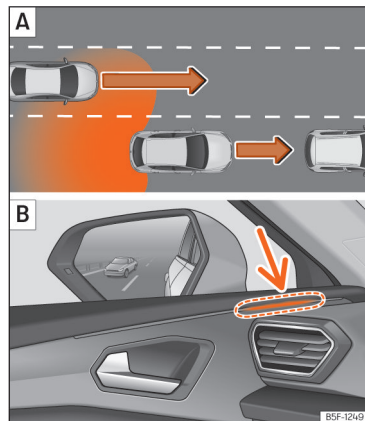
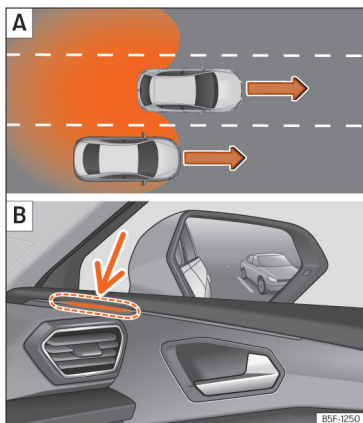

Fig. 145 Representació esquemàtica: **A**) Avançament amb trànsit a la part posterior. **B**) Indicació de l'assistent de canvi de carril al costat esquerre.
Fig. 146 Representació esquemàtica: **A** Avançament al carril central i incorporació posterior al carril dret. **B** Indicació de l'assistent de canvi al costat dret.
En les situacions següents es mostra una indicació a l'indicador de control »» **fig. 145 B** (fletxa) o »» **fig. 146 B** (fletxa):
- Quan s'és avançat per un altre vehicle »» **fig. 145 A**.
- Quan s'avança un altre vehicle »» **fig. 146 A** amb una diferència de velocitat d'aprox. 10 km/h (6 mph). Si l'avançament és considerablement més ràpid, no es mostra cap indicació.